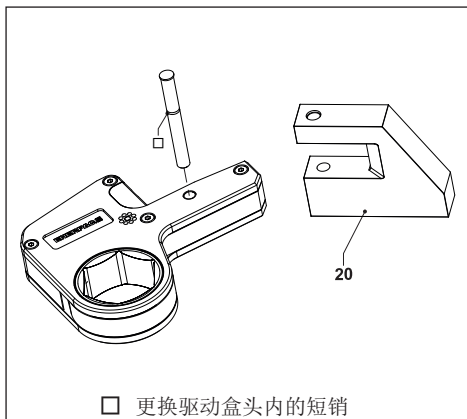
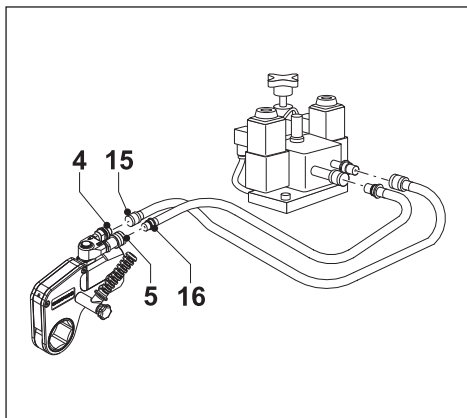

图 7
图 8
3.4.1 连接 WRP 系列薄型反作用力臂 (图 7)
- 将驱动盒装入 WRP 系列薄型反作用力臂 (20) 的卡槽, 对齐反作用力臂和驱动盒的孔。
3.5 连接软管 (图 8)